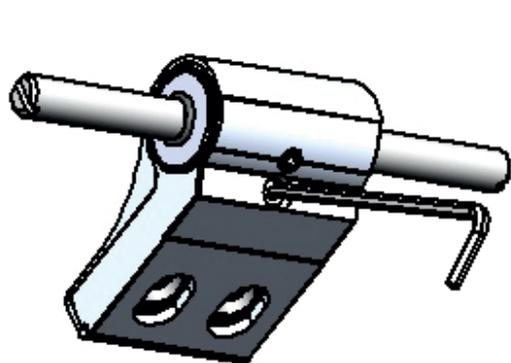

Рис. 4
3.1 Ослабить винты крепления имбусовым ключом 3 мм (Рис. 4 и 5).